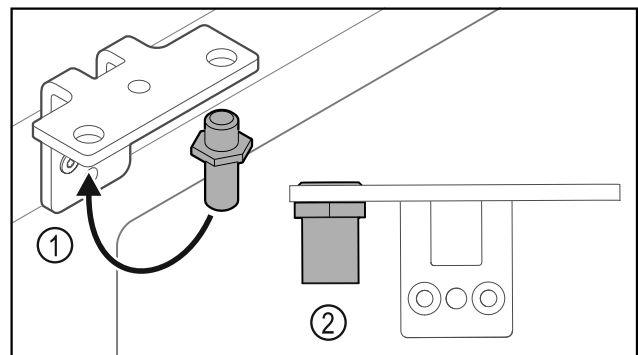

Fig. 35
- ▶ Μεταφέρετε τον πείρο Fig. 35 (1) στη γωνία μεντεσέ.
- ▶ Σφίξτε τον πείρο Fig. 35 (2) με ροπή 12 Nm.